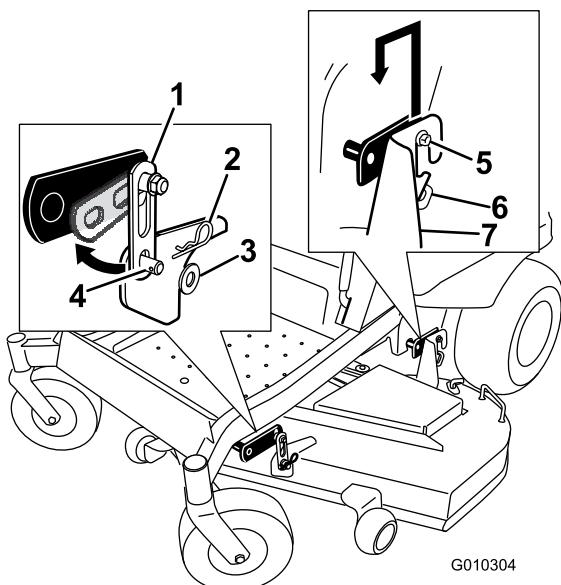

Figura 75
- Rimuovete la bulloneria dai supporti di sospensione anteriori del piatto di taglio su entrambi i lati del piatto (Figura 75).
- Sollevate con cautela il piatto di taglio sganciandolo dai bulloni di sospensione posteriori e abbassate la parte anteriore del piatto fino al suolo (Figura 75).
- Alzate la parte posteriore del piatto di taglio e guidate le staffe di sospensione sui bulloni di sospensione posteriori (Figura 75).
- Agganciate il supporto anteriore presente sul piatto di taglio ai supporti di sospensione anteriori e fissatele con una rondella e una coppiglia (Figura 75).